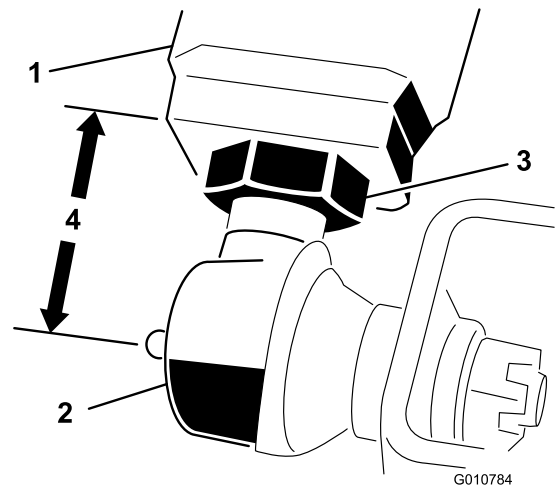

Figura 5
2. Meça a distância a partir da extremidade de cada braço de elevação para o centro da rótula esférica (bocal de lubrificação). A distância deve ser de aproximadamente 57 mm (Figura 5).